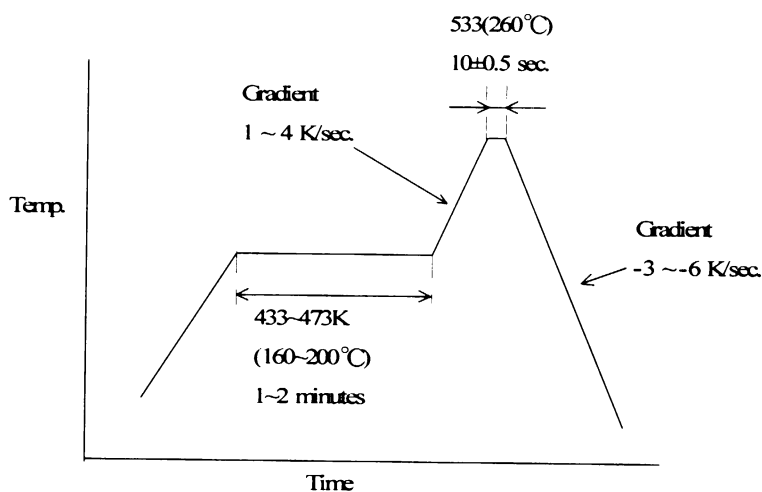

Fig4
(2) Reflow soldering heat resistance / 半田耐熱性
A. Testing : Put on the receptacle connector to PCB, apply the heat 2 cycles as shown in Fig. 4
A.試験法: 基板にリセプタクルコネクタを置き、Fig. 4の条件で2回リフローを行う。